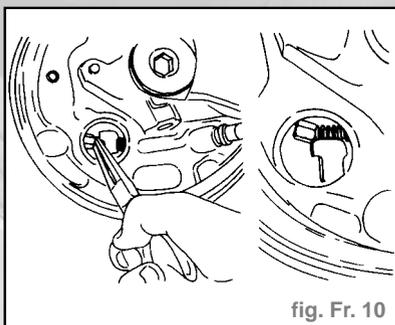

fig. Fr. 10
- Dégager le câble du frein de parking de la fixation sur le levier (fig. Fr. 10).